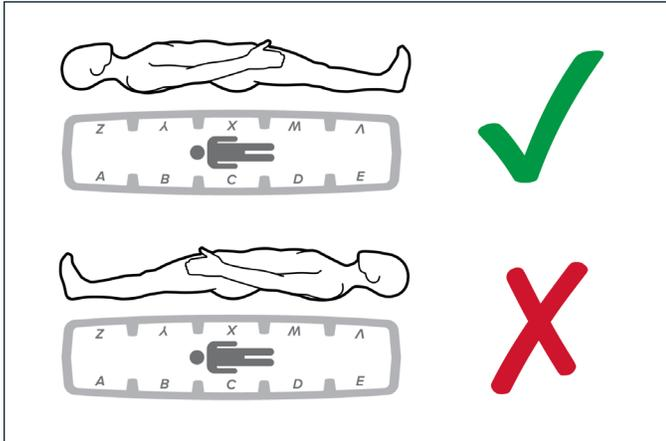
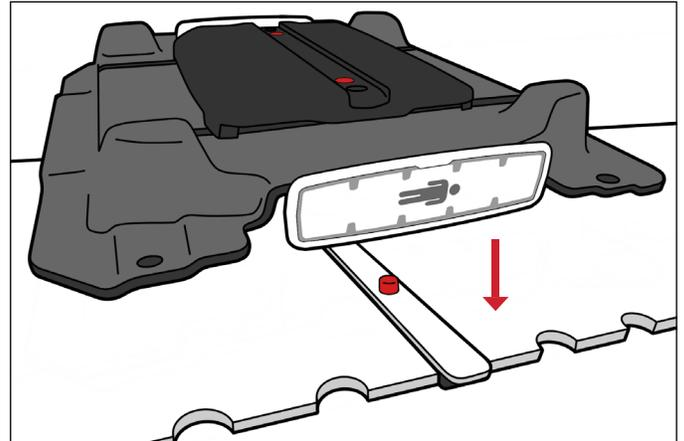

図4
図5
- ラベルの方向と患者の上下方向を一致させて、ニーサポートベースが正しい向きであることを確認してから、位置決めバーに取り付けます。(図4、図5)